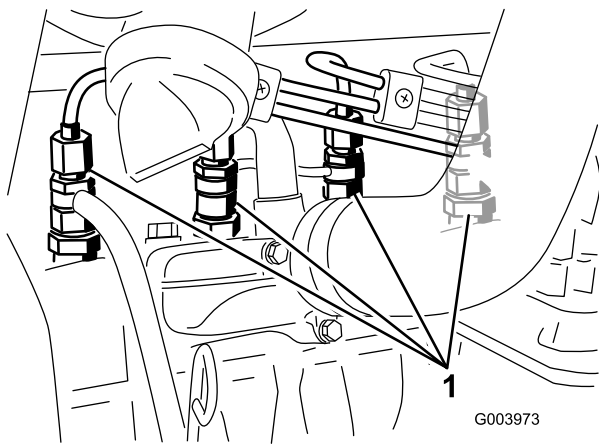

図 44
1. 燃料噴射ポンプの No. 1インジェクタノズル（図 44）へのパイプ接続部をゆるめる。